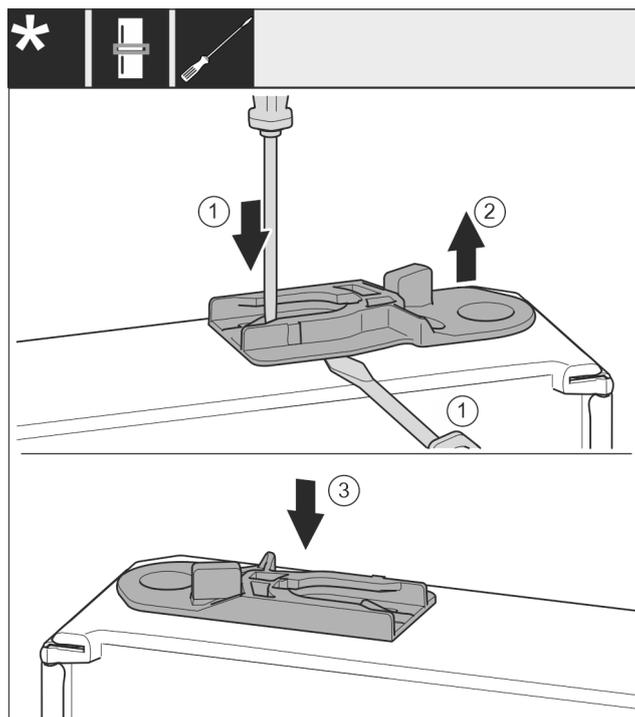

Fig. 38
- ▶ Führungsbuchse herausziehen: Lasche mit Schlitzschraubendreher drücken und gleichzeitig mit Schlitzschraubendreher unter Führungsbuchse fahren. *Fig. 38 (1, 2)*
- ▶ Im Lieferumfang beiliegende Führungsbuchse auf anderer Gehäusesseite einschieben. *Fig. 38 (3)*